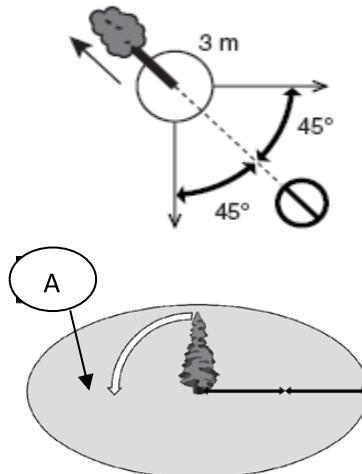

Рис.10
8. Обязательно выберите путь к отходу. Путь отхода должен быть направлен по диагонали в сторону, противоположную направлению падения, под углом 45 градусов, и вы должны отойти минимум на 3 метра от ствола, на тот случай, если во время падения комель дерева отскочит в сторону. Зона безопасности (A) должна быть не менее 2 1/2 высоты дерева (Рис.10).